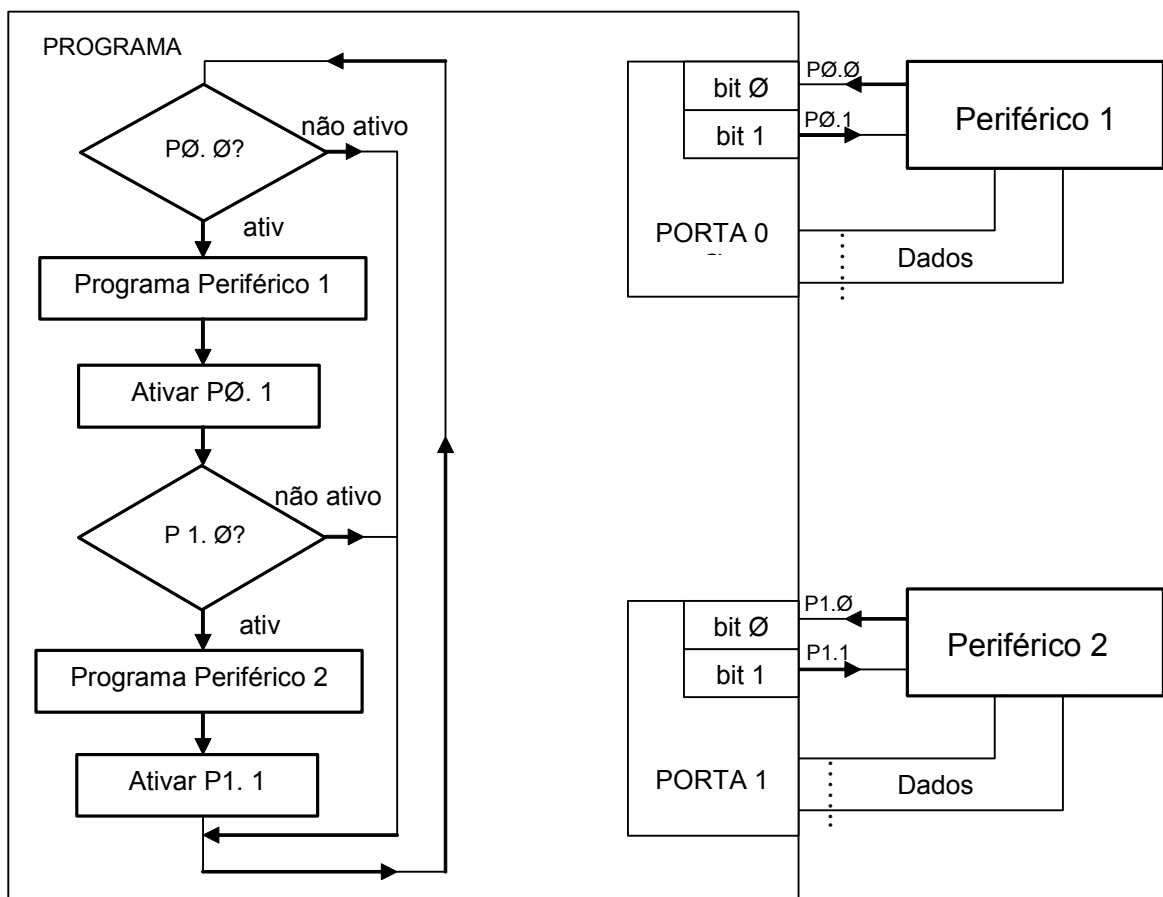

Figura 3.30 Comunicação com periféricos por consulta
- a) Espera ou Pesquisa (*polling*): O programa principal do microprocessador (ou seja, o programa que começa depois de um sinal de RESET) testa sistematicamente os terminais das portas conectados ao periférico para conhecer o estado do periférico. Pode ser estabelecido algum tipo de protocolo de conversação (*handshake*) entre o periférico e a CPU, tal como se mostra na figura 3.30.